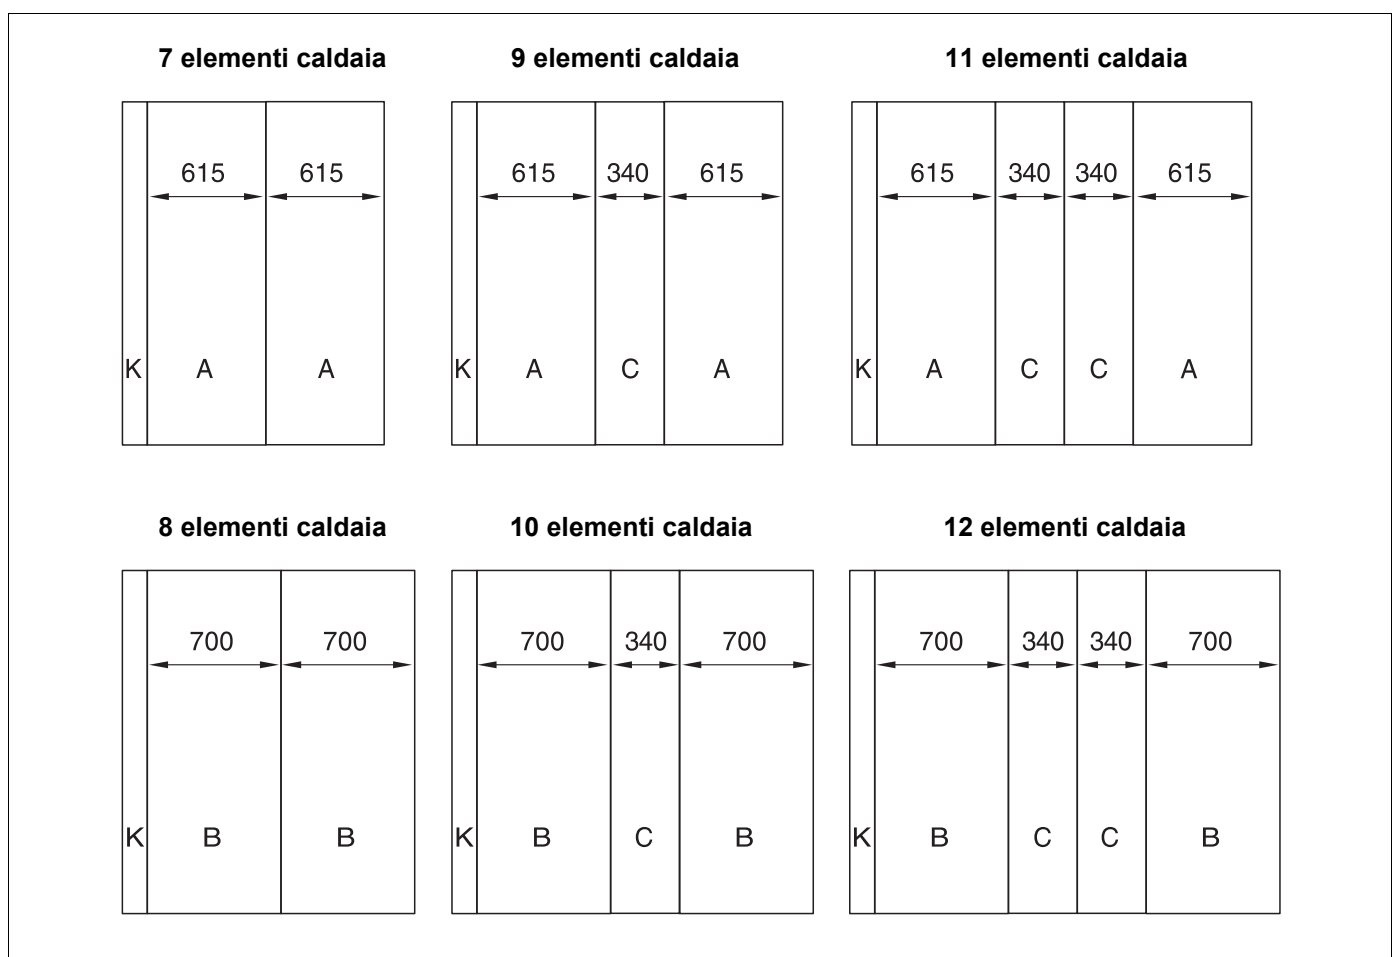

Fig. 48 Disposizione degli elementi dei pannelli laterali in base alle diverse grandezze della caldaia (misure in mm)
- Montare tutti i pannelli laterali secondo lo schema (fig. 48).